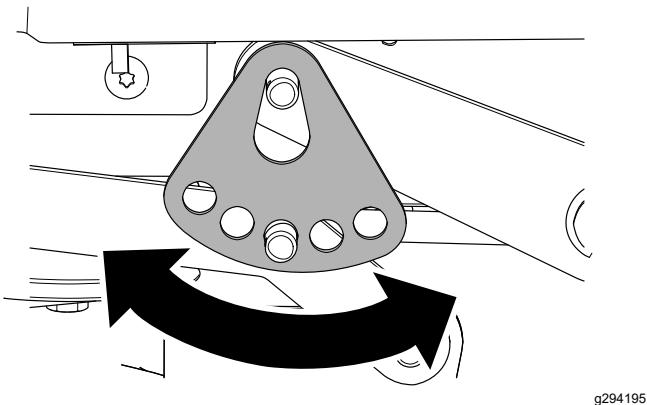

Figura 69
7. Rotii placă pentru înălțimea de tăiere în alt orificiu, astfel încât să suporte greutatea punii mainii de tuns iarba după ce montai placă (Figura 69).